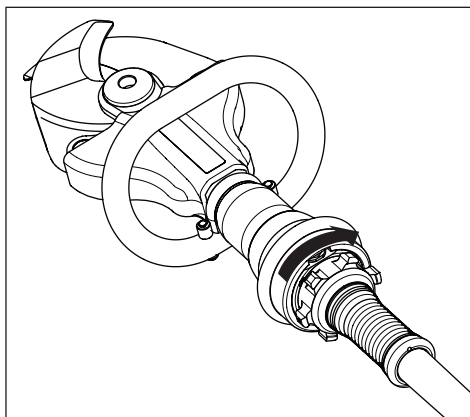

Figure 7, Cisaille fermée
- Pour fermer les lames : tournez le bouton vers la droite et maintenez-le en position. Voir la Figure 7.